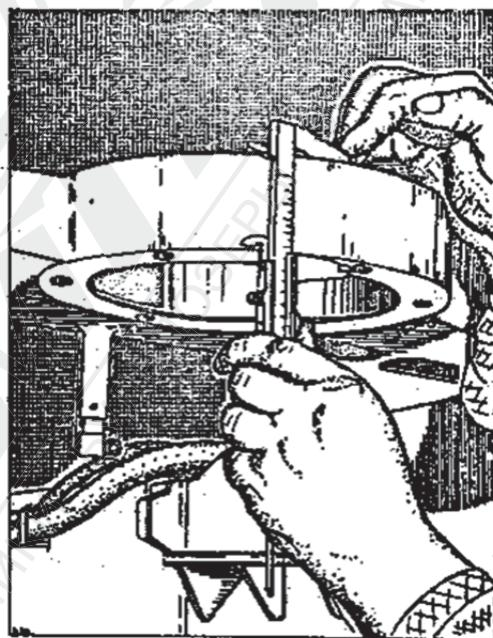

Рис. 3-12. Измерение ширины корпуса
12. Померить штангенциркулем ширину корпуса подшипника в раме, размер обозначить "В" /рис. 3-12/.